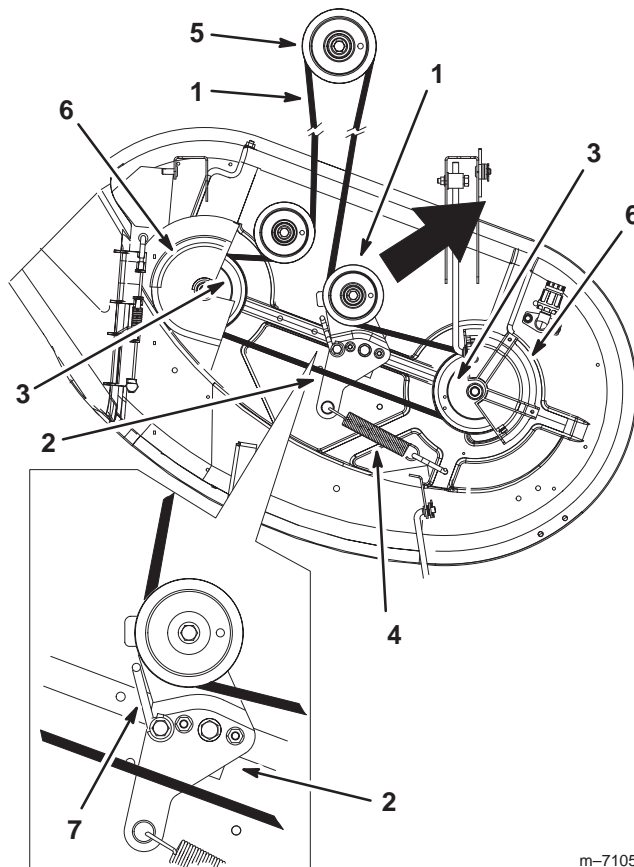

Figure 45
4. Retirez les carters de courroie en passant par-dessus les axes extérieurs et desserrez le guide-courroie (Fig. 45).
5. Tirez la poulie de tension dans la direction indiquée à la Figure 45 et retirez la courroie des poulies.
6. Acheminez la courroie neuve autour de la poulie du moteur et des poulies du plateau de coupe (Fig. 45).
7. Tirez la poulie de tension dans la direction indiquée à la Figure 45 et acheminez la courroie autour de la poulie de tension (Fig. 45).
8. Tournez le guide-courroie situé sur le bras de tension en direction de la poulie, jusqu'à ce qu'il s'arrête (Fig. 45).
9. Serrez le guide-courroie (Fig. 45).